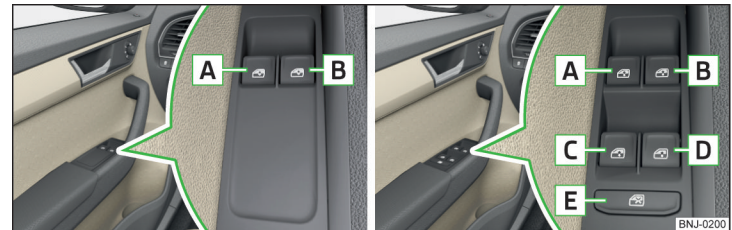

Abb. 39 Tasten der Fensterheber: Variante 1 / Variante 2
Die elektrischen Fensterheber funktionieren nur bei eingeschalteter Zündung. Ausstattungsabhängig können durch Drücken/Ziehen der Tasten in der Fahrertür die Fenster vorn - **Variante 1** bzw. die Fenster vorn und hinten - **Variante 2** bedient werden » Abb. 39.
Das Fahrerfenster kann bei der **Variante 2** » **Abb. 39** automatisch vollständig geöffnet/geschlossen werden, indem die Taste bis zum Anschlag gedrückt bzw. gezogen wird. Bei erneutem Drücken/Ziehen der Taste bleibt das Fenster stehen.
- Die **Variante 1** der elektrischen Fensterheber » **Abb. 39 auf Seite 53 verfügt über keine** Kraftbegrenzung. Die Fenster sind vorsichtig zu schließen - es besteht Verletzungsgefahr!
- Das **Beifahrerfenster bei der Variante 2** der elektrischen Fensterheber » **Abb. 39 auf Seite 53 verfügt über keine** Kraftbegrenzung. Das Fenster ist vorsichtig zu schließen - es besteht Verletzungsgefahr!